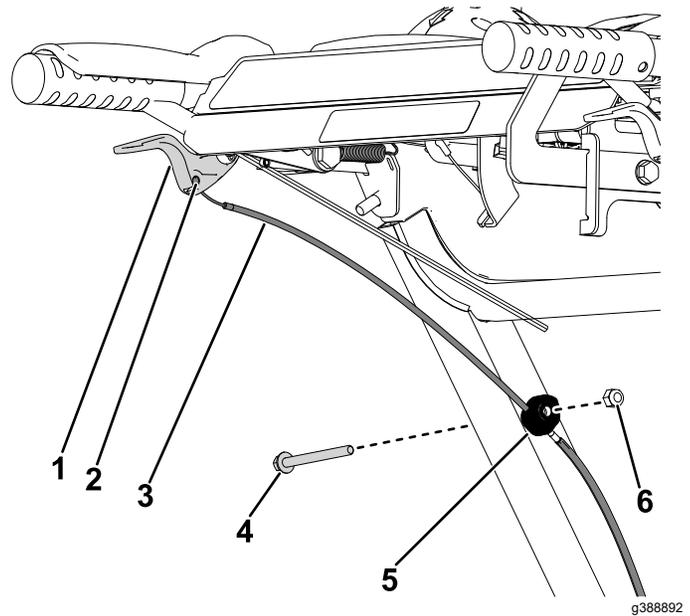

Figura 25
- Dal lato sinistro della macchina, agganciate il cavo frizione alla leva frizione (Figura 25). Ripetete l'operazione sul lato destro.
- Dal lato sinistro della macchina, montate il serrafilo per cavi al tubo della maniglia inferiore, e fissate con il bullone ($\frac{1}{4}$ " x $2\frac{3}{4}$ ") e il dado ($\frac{1}{4}$ ") (Figura 25). Ripetete l'operazione sul lato destro.